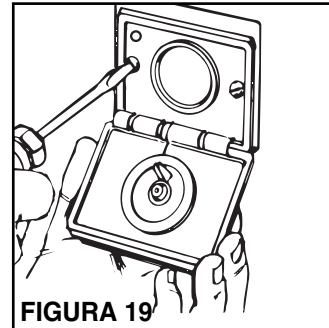

FIGURA 19
5. Véase la Figura 19. Posicione el enchufe en la abrazadera de montaje y asegúrelo.